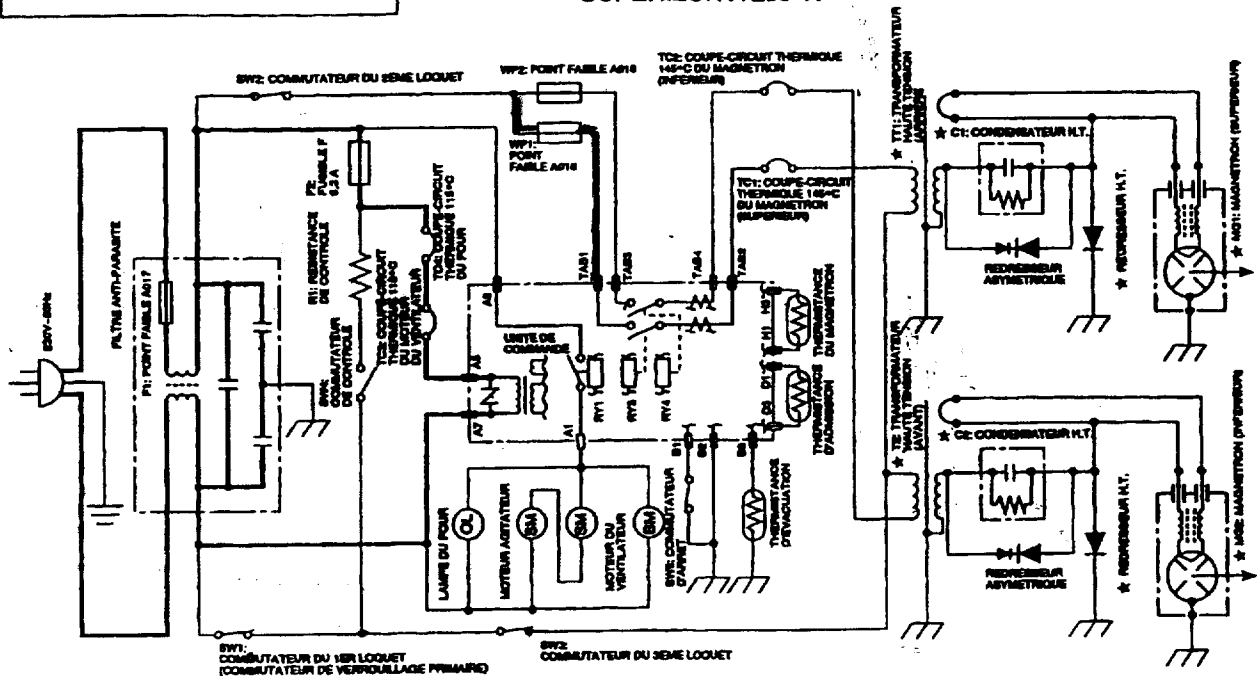

Figure O-1. Schéma du four-Condition d'ARRET
- surlignez en bleu sur le schéma de principe du four ci-dessous "Condition d'ARRET", figure O-1, la partie de circuit occasionnant panne.